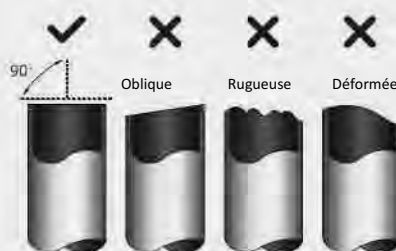

Fig. 5.1
3. Assurez-vous de le couper à un angle exact de 90 °. Référez-vous à la Fig. 5.1 pour des exemples de